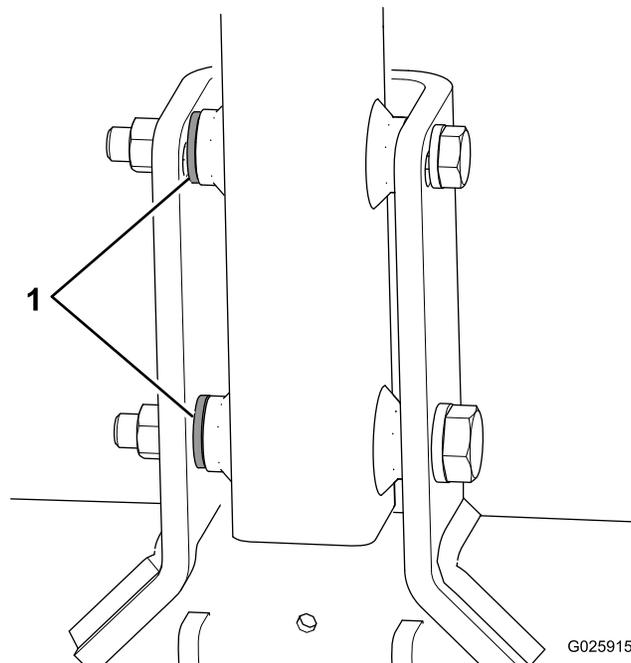

Figura 5
- Se la vostra macchina è dotata di una terza rondella inclusa con ciascun bullone, utilizzate quelle rondelle come distanziali tra l'attacco e l'interno della staffa orientabile dell'attacco (Figura 5).